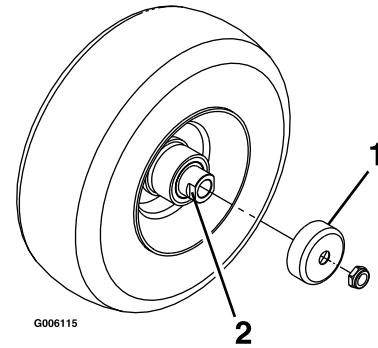

**Bild 45**
5. Schmieren Sie den Spannarm des Treibriemens (Bild 45).